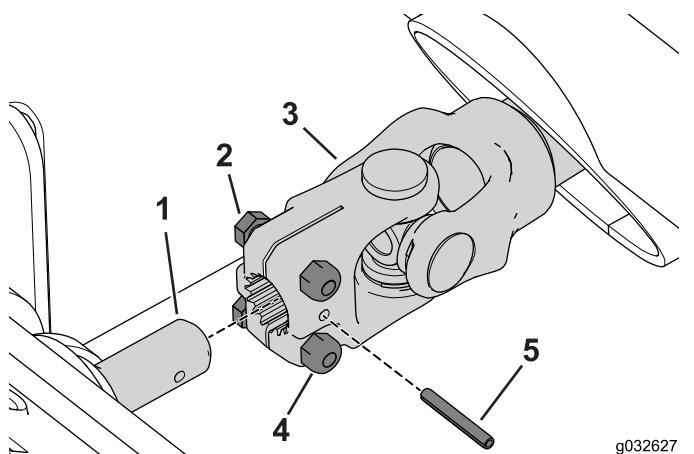

Figura 102
2. Retire el pasador cilíndrico y afloje los 2 pernos que sujetan el árbol de transmisión al eje de la caja de engranajes (Figura 102).